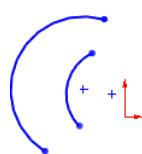

图 4.13.2 绘制两段圆弧
Step1. 绘制圆弧。选择 **工具(T)** → **草图绘制实体(K)** → 圆心/起/终点画弧(A) 命令，在图形区绘制图 4.13.2 所示的两段圆弧。